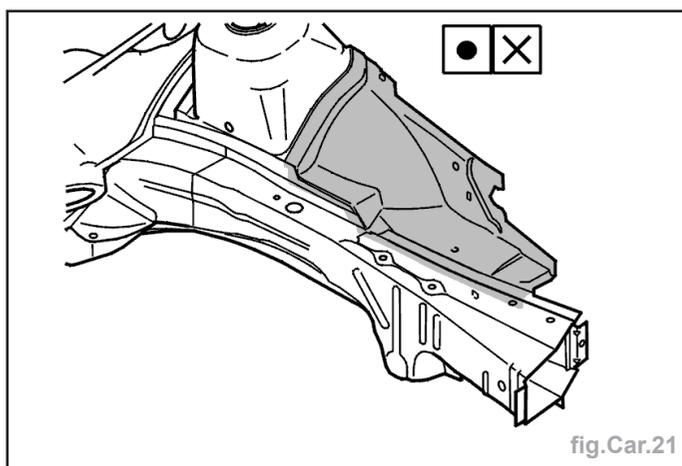

fig.Car.21
- Couper et enlever la partie endommagée (fig.Car.21).